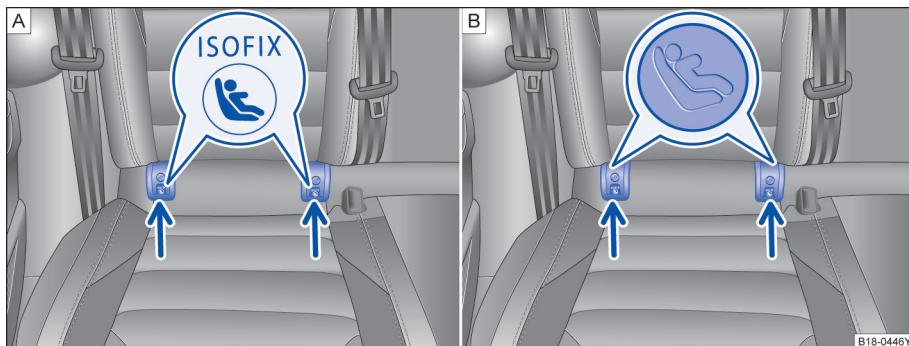

图 37 汽车座椅上的儿童座椅下部固定点标记
- 沿箭头方向将儿童座椅插入固定环→图 37。直至听到儿童座椅的啮合声。
- 将儿童座椅置于汽车坐垫上，然后将连接带的挂钩挂到固定环上→图 37。
后排外侧座椅配有两个 ISOFIX 固定环，与车身相连→图 37。